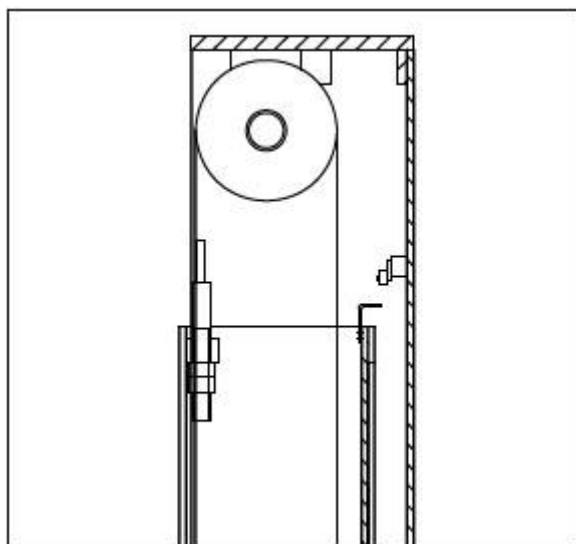

Рис. 14
- ◆ При превышении максимальной высоты подъема, сработает устройство (выключатель) ограничения хода (Рис.14).
- ◆ Если движение выходит за рамки возможной дистанции, в верхней части командной стойки находится концевой переключатель, который обычно приводится в действие рычагом (Рис. 14) на командной панели каретки. В случае несрабатывания первого концевого переключателя, через 2 секунды движение каретки остановит второй.